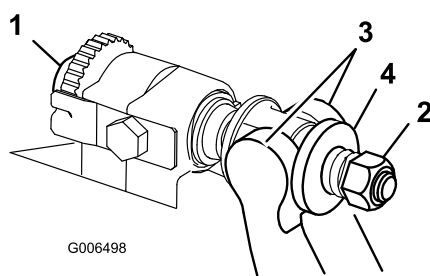

図 29
- ベッド・バー調整ネジ（図 29）を左に回してベッドナイフとリールの接触をなくす。
- スプリング・テンション・ナットをゆるめて、ワッシャがベッドバーを全く押さないようにする（図 29）。